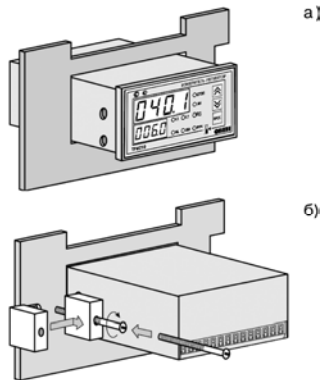

Рис. 14
1. Вставить прибор в специально подготовленное отверстие на лицевой панели щита (см. Приложением А и рис. 14,а).
2. Вставить фиксаторы из комплекта поставки в отверстия на боковых стенках прибора (рис. 14,б).